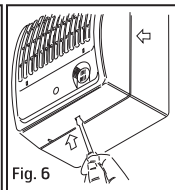
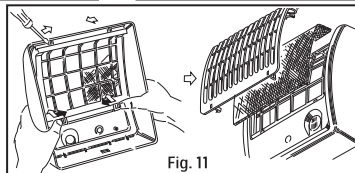
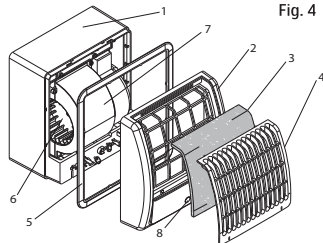

Fig. 6
Fig. 11
Fig. 4
6. Ved indfældet montage åbnes ventilatorens front ved at løsne snapfæstet på undersiden, fig. 6. Den medfølgende indbygningsramme, fig. 4 pkt. 5, fæstnes i sporet mellem ventilatorhus og front for at dække åbningen i væg/loft.
Åbn ventilatorens front ved at løsne snapfæstet på undersiden, fig. 6. På bagsiden af fronten er der fire snapfæster. Klem forsigtigt på disse, så frontristen åbnes, fig. 11. Anbring det nye filter, så det dækker frontristen. Monter frontrist og ventilatorfront, fig. 11.